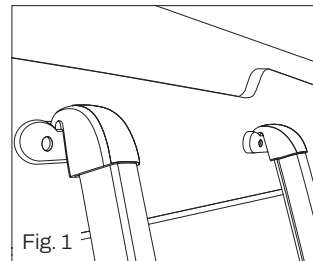

Fig. 1
- Pour accéder aux lits surélevés, accrocher l'échelle (Fig. 1) aux supports **A** prévus à cet effet, situés face à la zone à laquelle on souhaite accéder (Fig. 2)